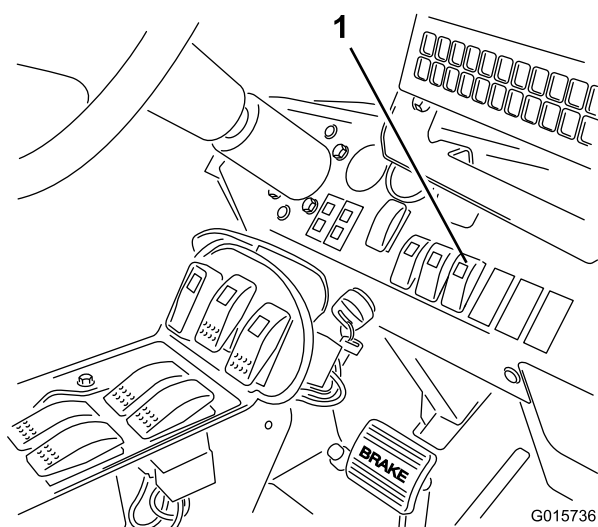

Figure 23
4. Poussez le commutateur des rampes soniques sur le tableau de bord en position Auto (Figure 23).